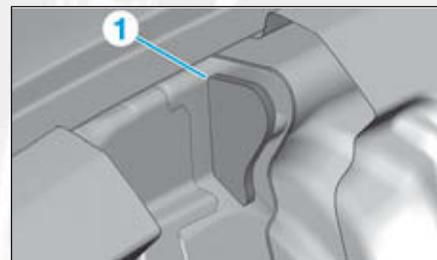
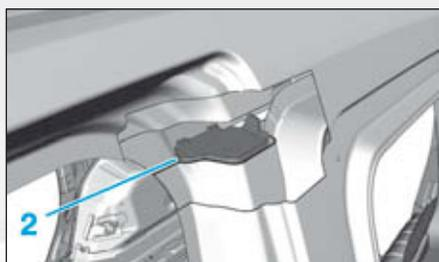
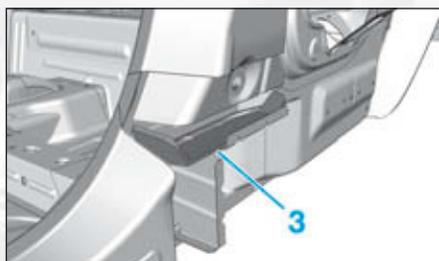

FIG.78
FIG.79
FIG.80
- Poser l'insert gonflant de pied milieu (1), (2) et (3) (Fig.78), (Fig.79) et (Fig.80).